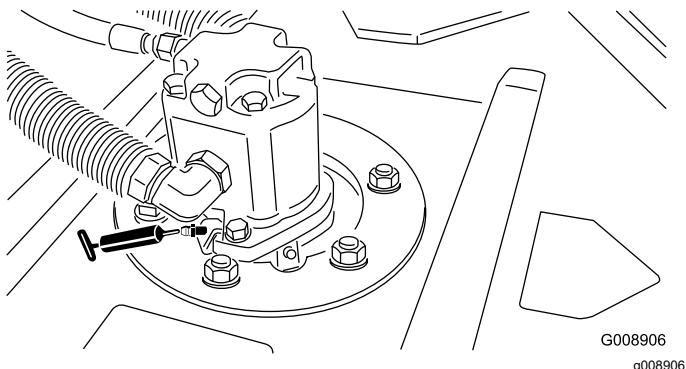

Figura 42
- 2 (por unidade de corte) rolamentos do veio do eixo da unidade de corte (Figura 42)